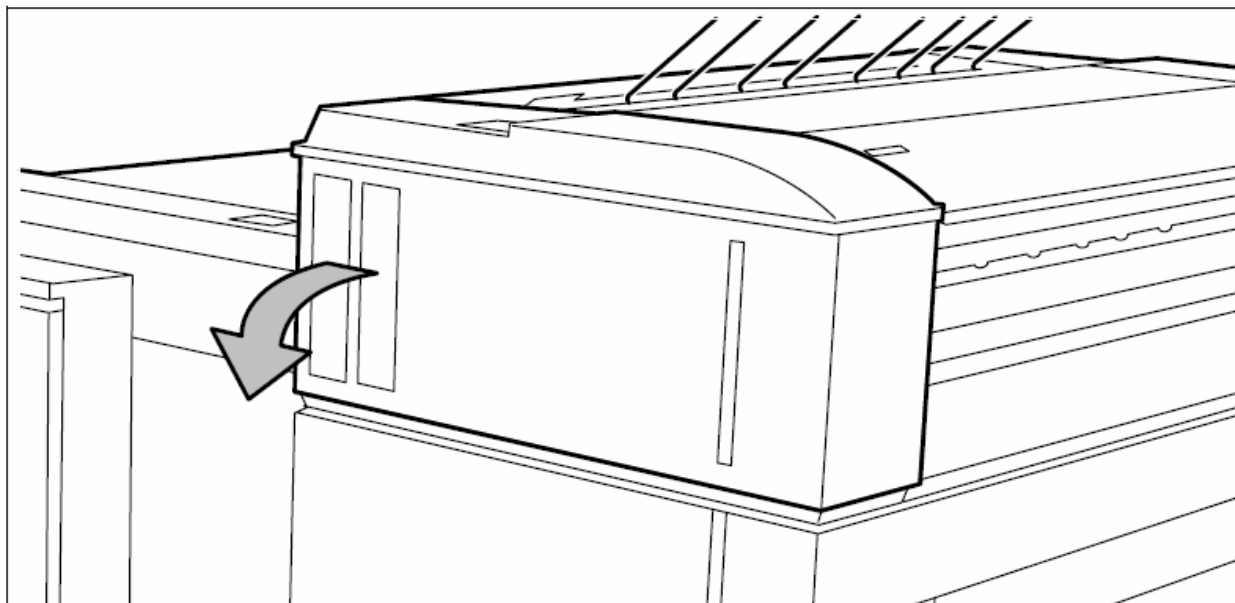

Рисунок 99: Откройте левую крышку плоттера
1. Откройте левую крышку плоттера (смотрите рисунок 99).